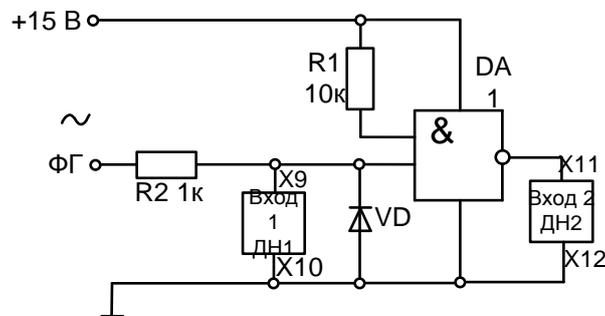

Рисунок 37
**Снять передаточную характеристику логического элемента 2И-НЕ на переменном токе в соответствии с рис. 37. Параметры микросхемы определяются аналогично рассмотренному выше принципу.**